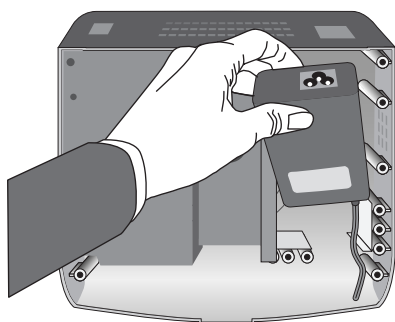

Figure AC.4
5. Débranchez l'adaptateur CA et le cordon (Figure AC.4).